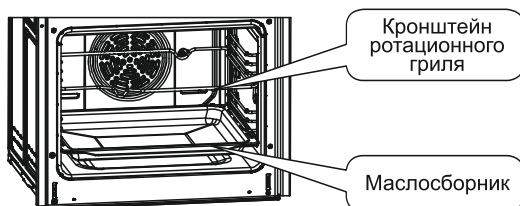

Рис. 4
2. Поместите кронштейн ротационного гриля на уровень печи 4 (рисунок 4) (кронштейн ротационного гриля необходимо располагать только на уровне печи 4, таким образом вертел ротационного гриля будет использоваться правильно).; (См. рис. 4).